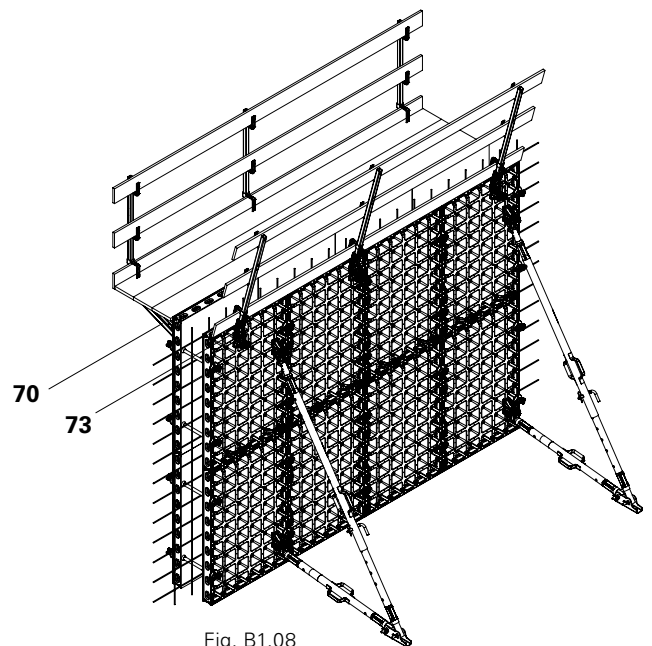

Fig. B1.08
1. Montare la mensola DUO 70 (70) e l'attacco parapetto frontale DUO (73), (Fig. B1.08), v. capitolo B4.
Operare da un'impalcatura di servizio sicura. (Fig. B1.08)